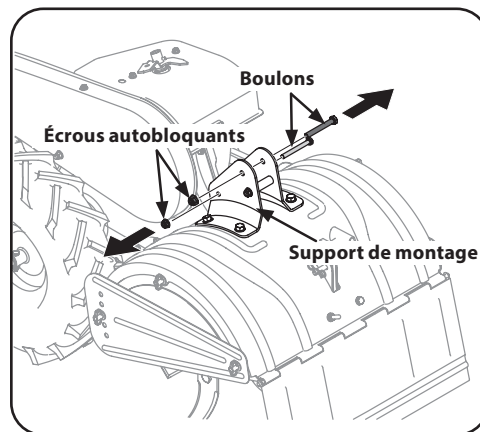

Figure 2-2
1. Retirez les deux boulons et les écrous autobloquants à bride supérieurs des supports de montage. N'enlevez pas le boulon et l'écrou autobloquant à bride inférieurs. Voir Figure 2-2.